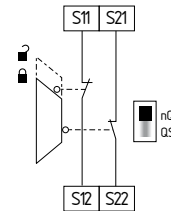

Fig. 12
**Circuito di sorveglianza porta di protezione a due canali con dispositivi di blocco secondo EN ISO 14119 (vedere Fig. 12)**